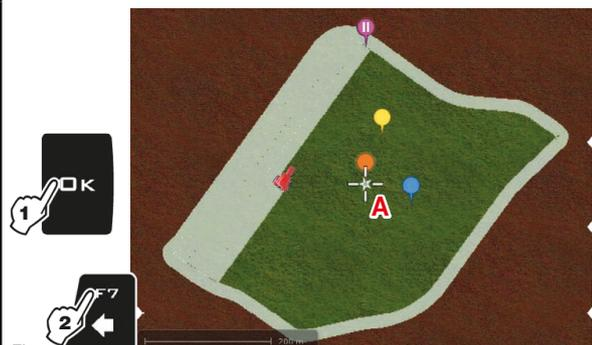

Fig. 184
- 1 Depuis le zoom ensemble du champ (Fig. 184) appuyez sur la touche **OK**. Le curseur **A** sera affiché.